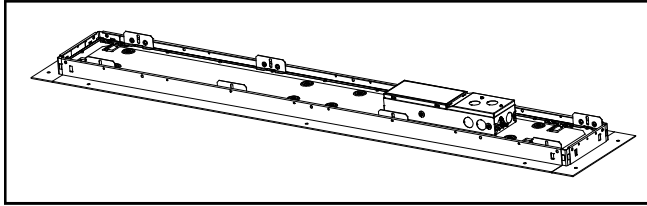
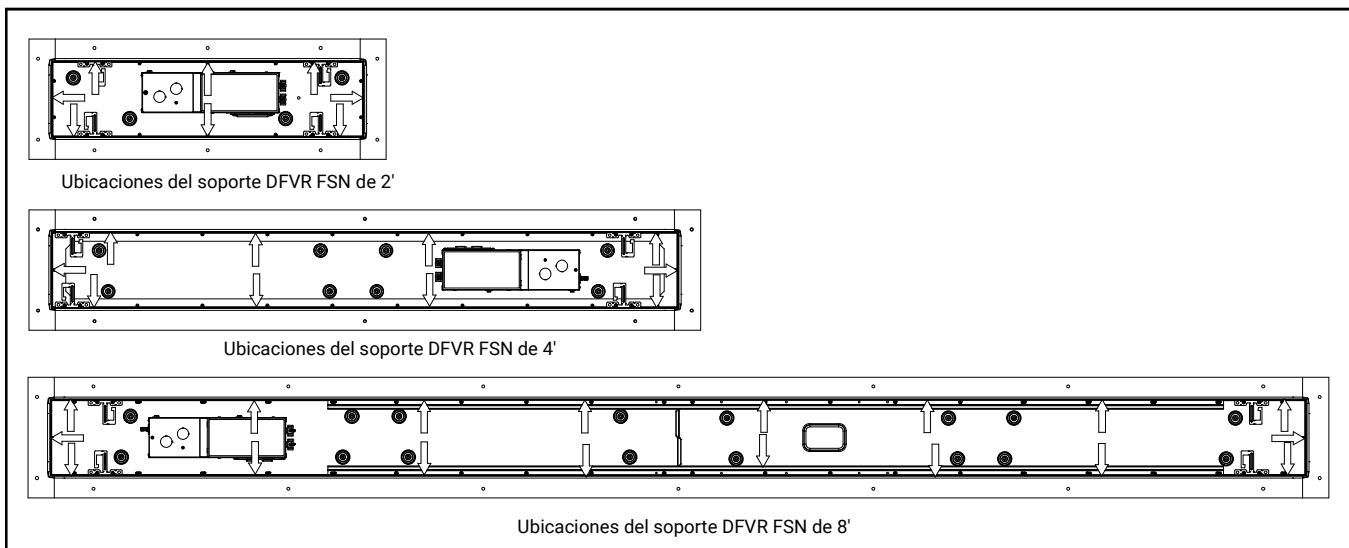

Figura 2A
Figura 2B
- Coloque los soportes en L-incluidos en la parte posterior de la luminaria y asegúrelos al marco con los tornillos incluidos. (Figura 2A) (Ver Figura 2B para la colocación de los soportes por tamaño de la luminaria).